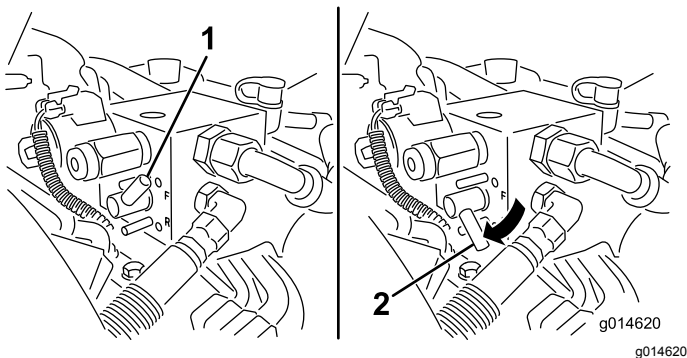

図 53
5. バックラップレバーを逆転R位置にセットする 図 53。